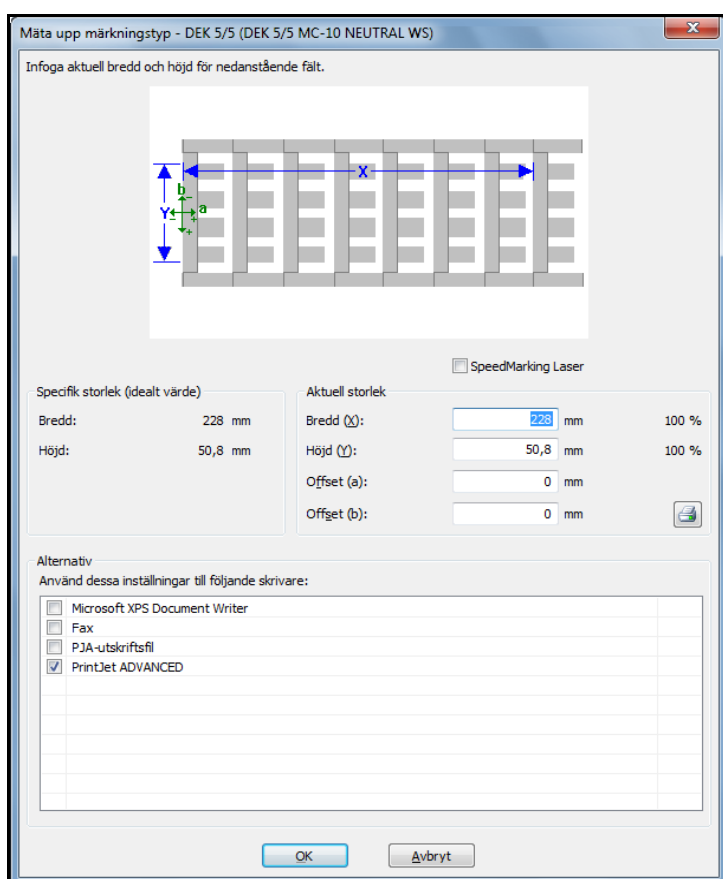

Bild 105 Anpassa märkningstyp
För att justera detta måste du ändra värdet för Offset (a) i fönstret Anpassa märkningstyp (se Bild 105 Anpassa märkningstyp).
För att justera detta måste du ändra värdet för Offset (b) i fönstret Anpassa märkningstyp (se Bild 105 Anpassa märkningstyp).
För att justera detta ska du dra av uppmätt värde (1 mm i det här exemplet) från det faktiska värdet för Bredd (X) i fönstret Anpassa märkningstyp (se Bild 105 Anpassa märkningstyp).
Om utskrift flyttas allt mer från märkning till märkning, från mitten till vänster så måste du lägga till det uppmätta värdet till aktuellt värde för Bredd (X) i fönstret Justera märkningstyp (se Bild 105 Anpassa märkningstyp).
För att justera detta måste du dra av det uppmätta värdet (1 mm i det här exemplet) från aktuellt värde för Höjd (Y) i fönstret Anpassa märkningstyp (se Bild 105 Anpassa märkningstyp).
Om utskriften växlar allt mer från märkning till märkning, från mitten och nedåt, så måste du lägga till uppmätt värde till aktuellt färde för Höjd (Y) i fönstret Anpassa märkningstyp (se Bild 105 Anpassa märkningstyp).